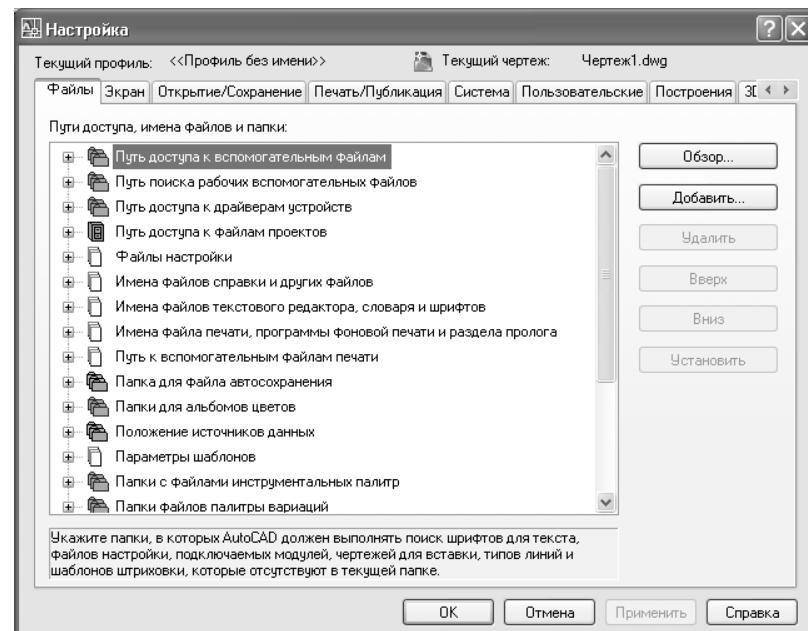

Рис. 1.4 ▼ Вкладка **Файлы** (Files)
- Выберите из меню команду **Инструменты** ⇒ **Настройка** (Tools ⇒ Options). Откроется диалоговое окно **Настройка** (Options), показанное на рис. 1.4, которое содержит десять вкладок.